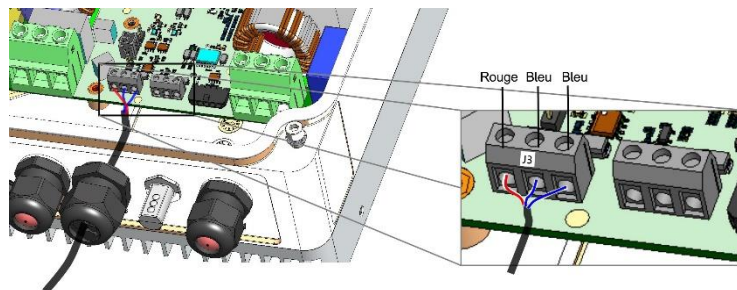

Figure 5 : branchement du câble du capteur à l'appareil de gestion intelligente de l'eau chaude
5. Branchez l'autre extrémité du câble du capteur à l'appareil de gestion intelligente de l'eau chaude (voir la *Figure 5*) :
6. Vérifiez qu'une douille de cavalier *est montée* sur la barrette mâle J5. Elle permettra l'utilisation du capteur PT100 branché au connecteur J3. Assurez-vous d'utiliser la barrette mâle correspondante au connecteur (*Figure 5*) :